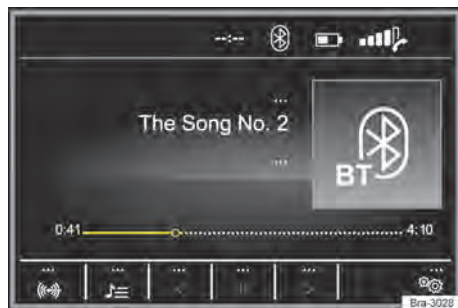

Fig. 128 Menu principal de mídia.
- Pressionar o botão **MEDIA** para abrir o menu principal **MEDIA** → Fig. 128.
As fontes de mídia que são reproduzidas atualmente são exibidas na superfície de função na parte inferior esquerda → Fig. 128.
Legenda da → Fig. 128 e → Fig. 129: